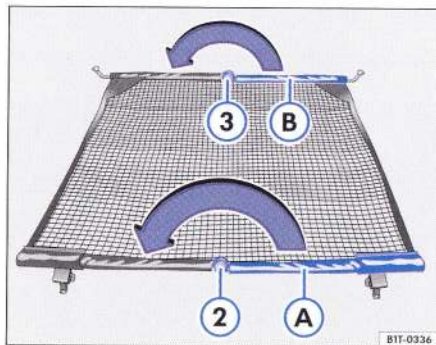

Fig. 103 Strângerea peretelui despărțitor.
- Apăsăți butonul de deblocare ⇒ fig. 103 ② și rabatați bara transversală ③ în sensul săgeții; butonul trebuie să fie apăsător.
- Apăsăți butonul de deblocare ③ și rabatați bara transversală ③ în sensul săgeții; butonul trebuie să fie apăsător.